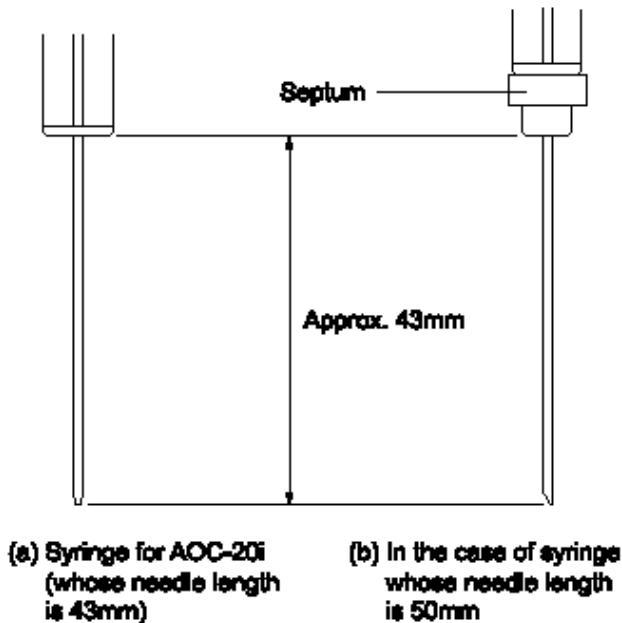

图 2.2 进样针的长度
**注意：**手动进样时，如果针的长度太长，有可能因插入过深而触及石英棉，解决的办法实在进样针的针管上端加一个或多个隔垫，使隔垫以下至针尖的长度应为 43mm，这样无需改变衬管内的石英棉的位置，即可使进样针不至过深。(图 2.2)